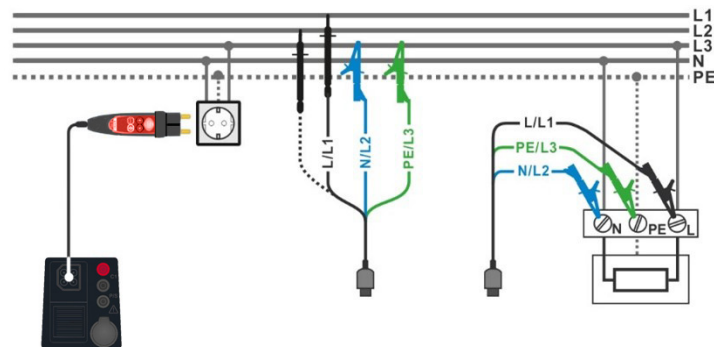

Abbildung 4.79: AUTO TN-Messung
- › Schließen Sie die 3-Leiter-Prüfleitung oder den Commander-Prüfstecker am Prüfobjekt an, siehe **Abbildung 4.79**.